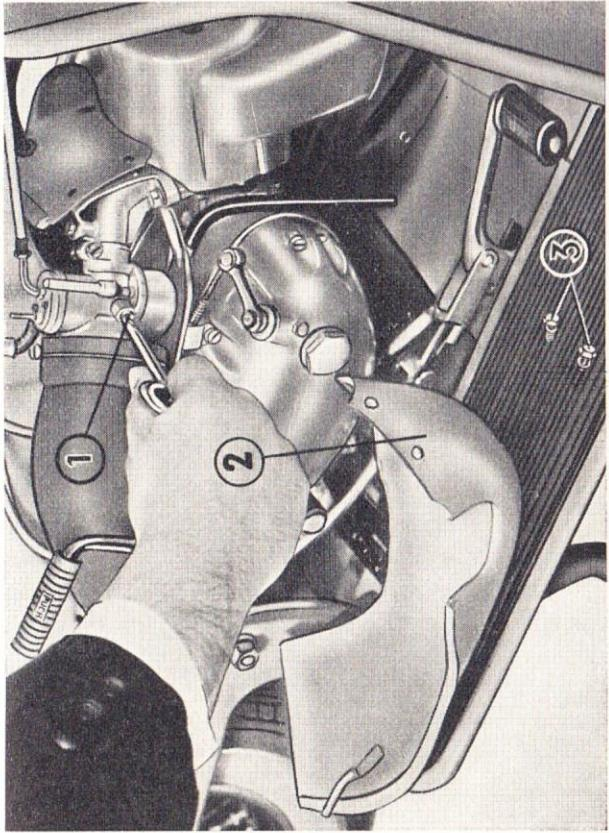

Fig. 23
4. Si el motor tienda a pararse, girar el tornillo de tope de la corredera (fig. 23/1) hasta que el motor marche perfectamente en estado caliente (fig. 23).